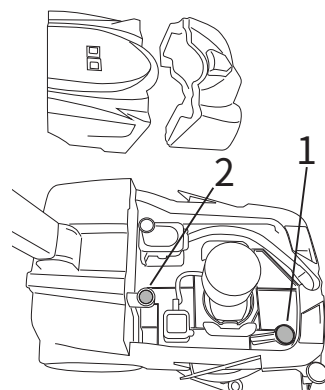

Fig.30
- フィルターを取り外し、水で洗淨します (図30、参照1)。
- フィルターを取り外し、水で洗淨します (図30、参照2)。